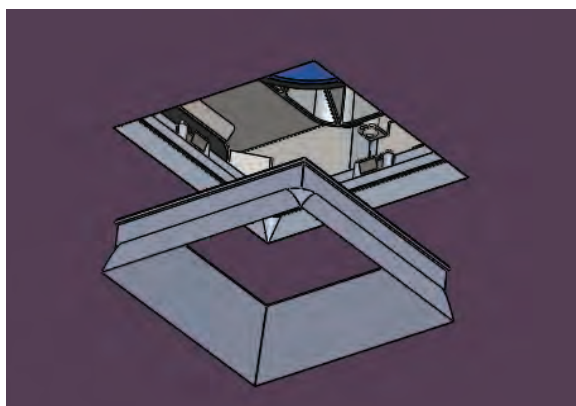

fig. 11
- a. Presione la moldura sin bridas hacia el retenedor de la moldura (consulte la fig. 11).